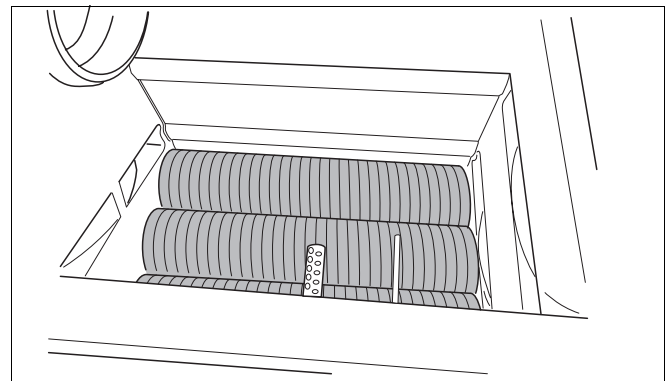

Fig. 84 Gloeiplug en ionisatie-elektrode controleren
- Controleer de ionisatie-elektrode (→ fig. 84 en 85) en de gloeiplug op vervuiling, slijtage of beschadiging.